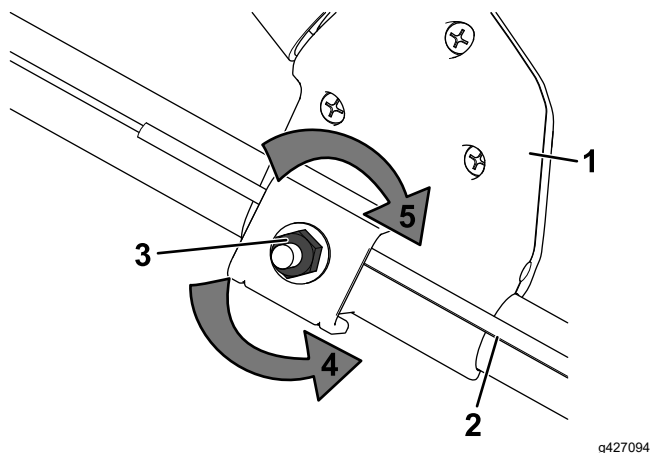

Figura 23
1. Gire la tuerca de ajuste en sentido antihorario para aflojar el ajuste del cable (Figura 23).
2. Ajuste la tensión del cable (Figura 23) tirando del mismo hacia atrás o empujándolo hacia adelante, y sujételo en esa posición.